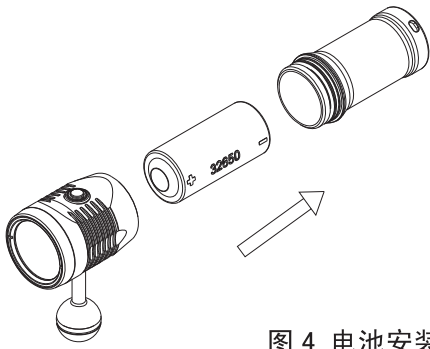

图 4 电池安装方法
- 2.1.2 将一节32650锂电池装入尾盖，注意电池正负极方向，按尾部内的正负极贴纸装入(如图4)；